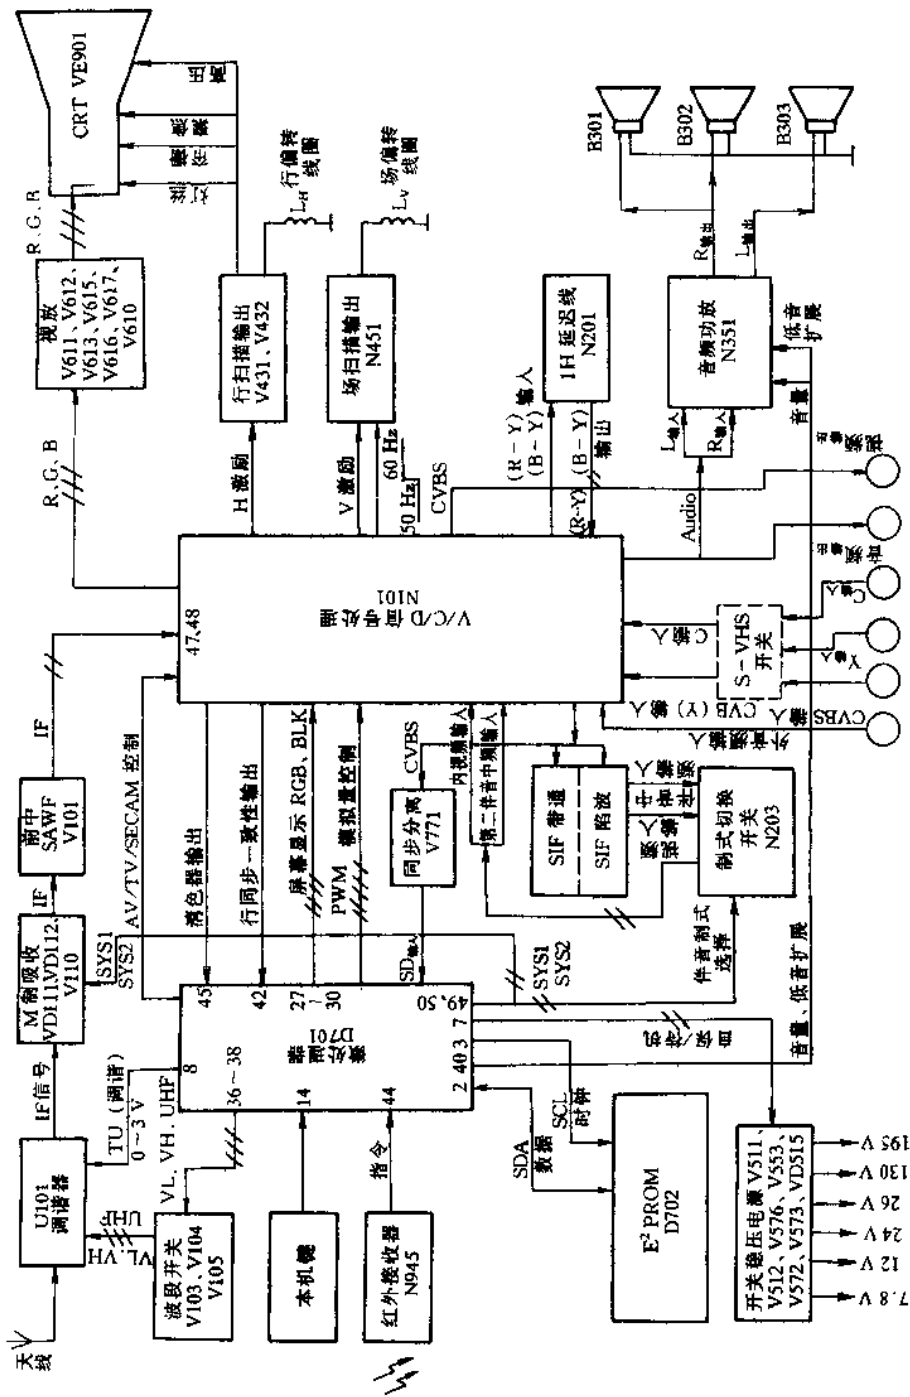

图 1-1 A6 机芯 2118FA 整机组成框图
A6 机芯 2118FA 彩电整机组成框图见图 1-1, 主要由以下七块集成电路组成。
从图 1-1 及电原理图可以看出, 由天线接收到的电视射频信号送到高频调谐器 U101 经高频放大变频后输出固定中频信号 IF, 然后由预中放管 V101 放大, 再经声表面波滤波器 Z101 选频送到 LA7688 的中频处理电路。LA7688 将 IF 信号经图像中频放大、视频检波、消噪后从⑧脚分两路输出, 其中一路信号经伴音中频滤波后选出第二伴音中频信号, 经制式切换后再送入 LA7688 的①脚, 经限幅放大、鉴频及低放后经音频开关从⑤脚输出伴音信号, 该信号经音量控制, 功率放大后去推动扬声器发声。